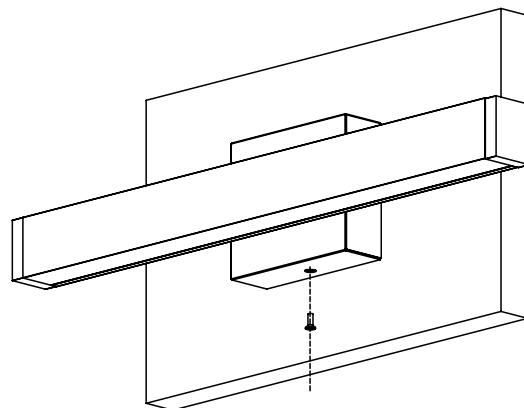

Fig. 4
4. Serrer la vis située au bas de la base du luminaire (Fig. 4).